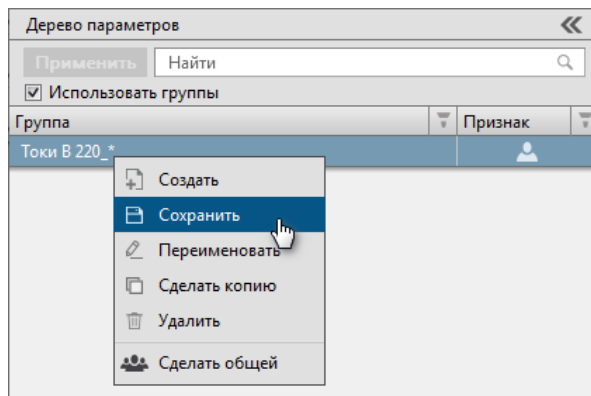

Рисунок 29 - Сохранить
3. Нажмите *ПКМ* по переименованной группе и выберите команду **Сохранить** (Рисунок 29).